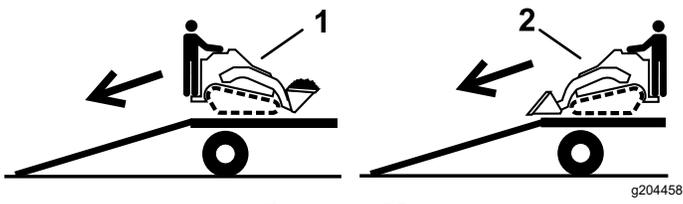

Рисунок 38
2. При выгрузке машины с прицепа по наклонному въезду более тяжелая часть машины должна быть обращена вверх, при этом грузы должны быть опущенными (Рисунок 38).